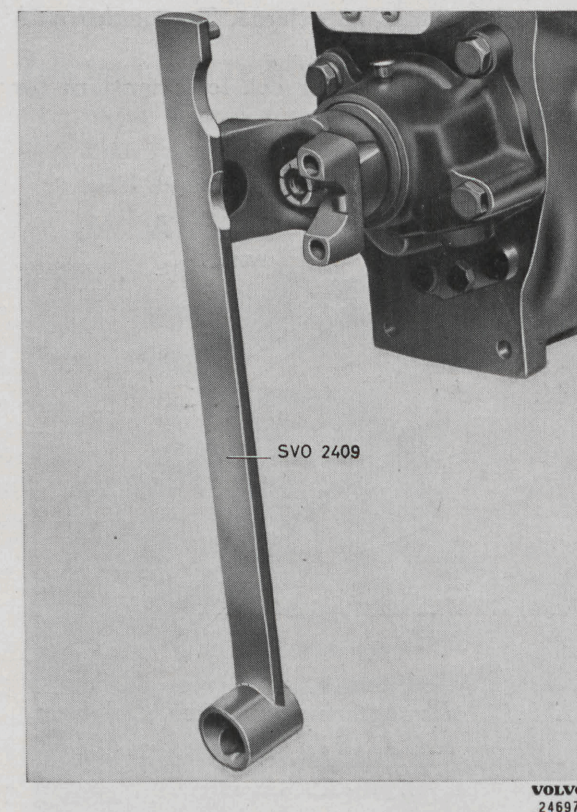
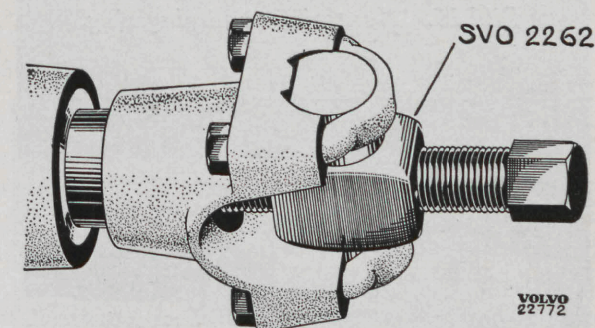

Bild 12. Mothåll för medbringare.
Bild 13. Demontering av medbringare.
2. Lossa muttern för medbringaren (42 plansch I). Använd därvid tappnyckel SVO 2409 som mothåll, se bild 12. Drag av medbringaren. Använd avdragare SVO 2261 för PV 444, 544 och SVO 2262 för P 1200, se bild 13.